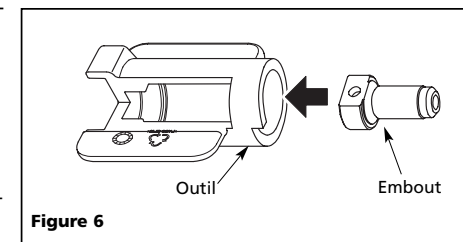
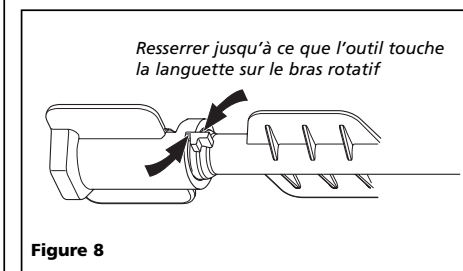

Figure 6
Figure 8
3. Remplacer l'embout au besoin. Voir les figures 6 et 7. Pour un alignement approprié des embouts, resserrer jusqu'à ce que l'outil entre en contact avec la languette sur le bras rotatif, tel qu'illustré sous la figure 8.